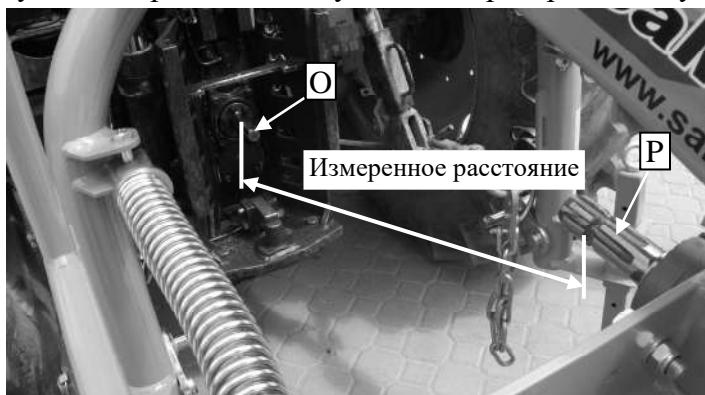
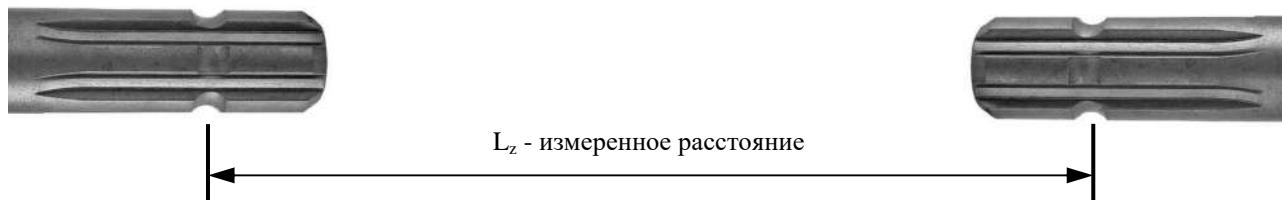

Рис. 15. Расстояние от ВОМ трактора до ведущего вала машины
Рис. 16. Правильное измерение расстояния
- измерить расстояние между валами в способ показанный на Рис. 15 и Рис.16,